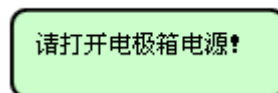

图 2-8
③在上面连线中，若是将WDZJ-3的“A”与主机的“R_地”相连，则按 $\boxed{3}$ 键若是其它端子，则按相应的数字代号。再按 $\boxed{\text{确认}}$ 键，则屏幕显示：(如图2-8)